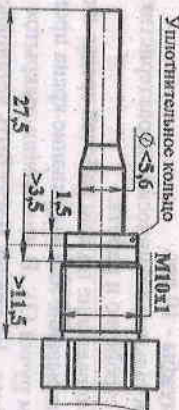

Рисунок 3.
1.1 Краны предназначены для подключения датчика температуры (далее датчика) типа DS по ГОСТ Р EN 1434-2-2011 (размеры - см.рис.3) Краны применяются в водопроводных системах бытового, промышленного и сельскохозяйственного назначения, в отопительных и сантехнических системах.